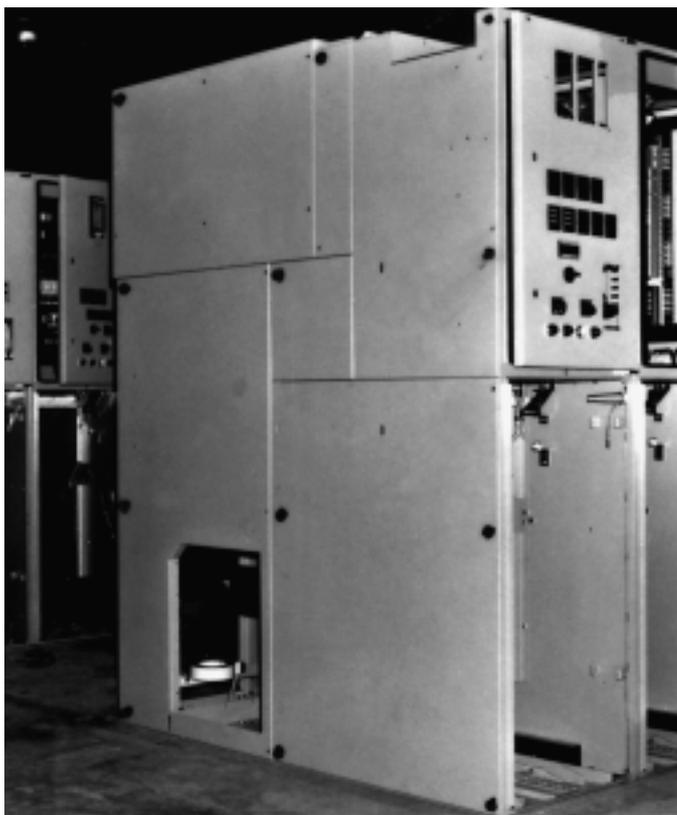

Fig. 12
Per agevolare le operazioni di spostamento e accoppiamento degli scomparti all'interno del locale, estrarre l'interruttore e accantonarlo. Imbullonare gli scomparti tra loro nei punti indicati in fig. 12.
*To facilitate the operations for moving and coupling the cubicles inside the room, rack the circuit-breaker out and put it aside. Bolt the cubicles together at the points shown in fig. 12.*